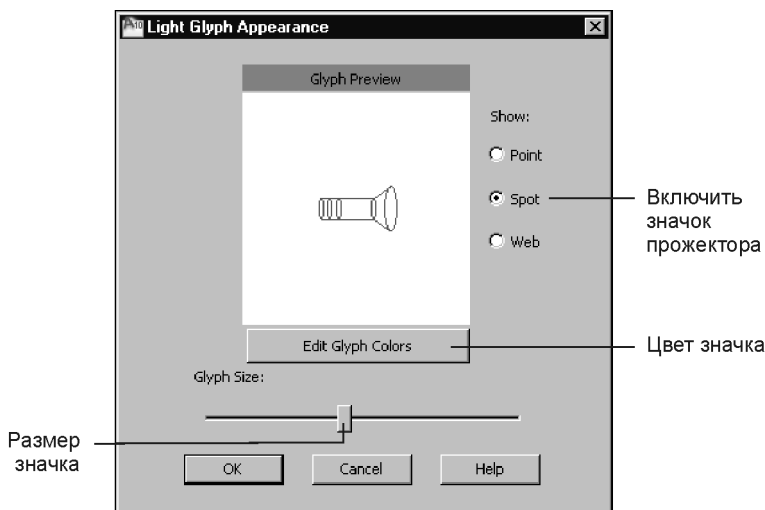

Рис. 13.18. Диалоговое окно **Light Glyph Appearance** для настройки размера и цвета значка прожектора
1. Настройте размеры и цвет пиктограммы — значка прожектора в диалоговом окне **Light Glyph Appearance** (Вид обозначений источников света) (рис. 13.18), которое открывается щелчком кнопки **Light Glyph Settings** (Настройки обозначения источников света) в диалоговом окне **Options** (Настройка) на вкладке **Drafting** (Построения).
1. Настройте размеры и цвет пиктограммы — значка точечного источника света в диалоговом окне **Light Glyph Appearance** (Вид обозначений источников света) (см. рис. 13.18).